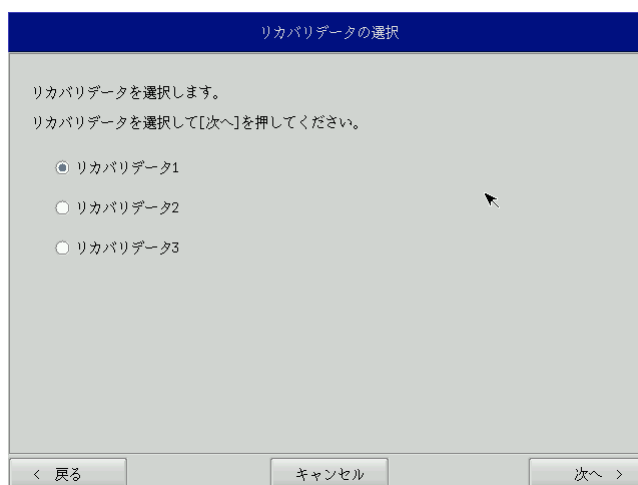

図 6-2-2. リカバリデータ選択画面
- ⑥ リカバリデータ選択画面（図 6-2-2）が表示されます。製品に合わせてリカバリデータを選択し、[次へ] ボタンを押します。表 6-2-1 に EC シリーズで選択できるリカバリデータを示します。